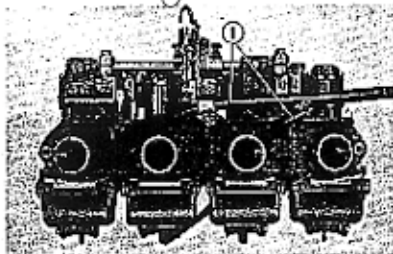

Fig. 3-120 ① Cavetti del carburatore.
② Valvola dello starter.
3. Installare e fissare i due cavetti del carburatore come indicato in Fig. 3-120.